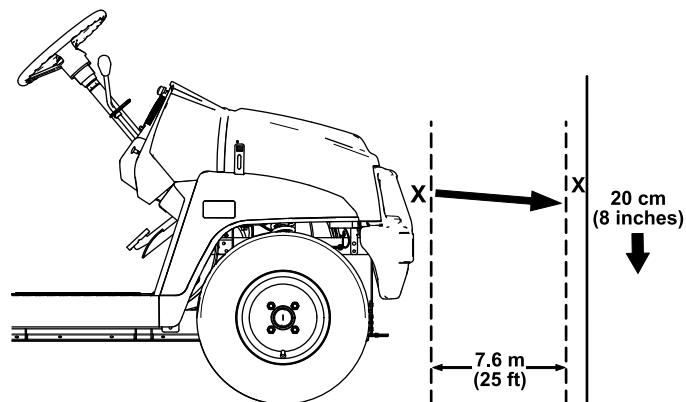

Bild 46
- Stellen Sie die Maschine auf einer ebenen Fläche ab, dabei sollte der Abstand der Scheinwerfer ca. 7,6 m von einer Wand entfernt sein (Bild 46).
Der hellste Teil des Scheinwerfers sollte 20 cm unter der Markierung an der Wand liegen (Bild 46).